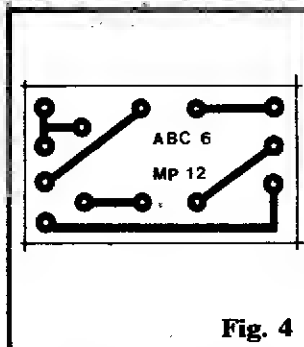

Fig. 4
- **FIG. 4** - Distribuição, em tamanho natural (escala 1:1) do padrão cobreado de ilhas e pistas do Circuito Impresso específico para a montagem do TUT (para simplificar, costumamos chamar isso de "lay out"...). Notem que o padrão é **tão** simples que mesmo quem **nunca** antes realizou uma plaquinha, não encontrará a menor dificuldade na sua confecção (tem que ler atentamente, antes, a Seção TRUQUES & DICAS de ABC nº 3, 4 e 5...). É **obrigatório** começar desde já essa prática, pois no futuro as placas irão ficando cada vez maiores e mais complexas, e quem não pegar as "marinhas" agora, ficará eternamente dependente nesse importante aspecto construcional dos circuitos. Para quem estiver "chegando agora", ou for muito "distraído", é bom lembrar que as áreas negras representam a parte que **fica cobreada** ao fim do processo de confecção, enquanto que as áreas brancas indicam o fenolite "livre" de cobre, após a devida corrosão. Outro ponto importante (parece óbvio, mas **muita** gente se "entorta" nisso...) é que os componentes, numa placa de Circuito Impresso, ficam "no outro lado" (lado não cobreado...).